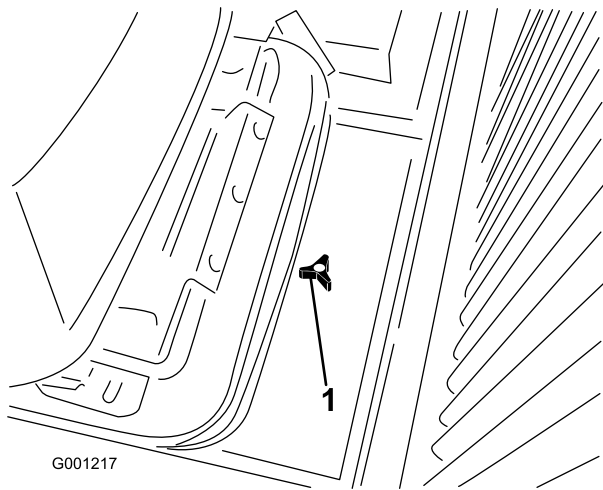

Figura 32
1. Desaperte o manípulo e retire a tampa de acesso, na parte posterior da placa de montagem do banco (Figura 32).